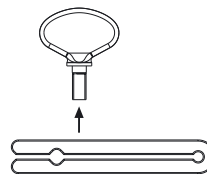

Fig. 8
- Smontare l'ausilio estrattore, vedere Fig. 8.